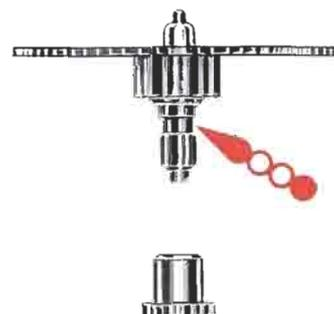

Abb. 9
- Für die Schmierung einen Tropfen Öl Cuypers Nr. 3 an den Wellenansatz des Grossbodenrades geben, bevor das Minutenrohr aufgesetzt wird, siehe Abb. 9. Die Lagerstellen werden mit dem gleichen Öl geschmiert.